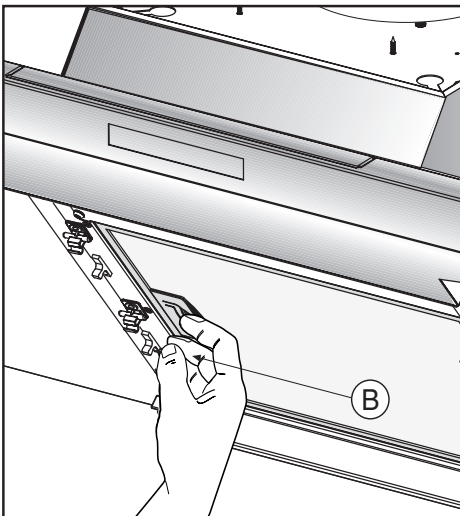

Fig.6
• Prima di procedere con le operazioni di montaggio, per una più facile manovrabilità dell'apparecchio disinserire il filtro antigraio **B** (Fig.6).
Tirare la maniglia **B** come indicato in fig. 6.
Tirare la maniglia **B** come indicato in fig.6.
- Tirare la maniglia **B** come indicato in fig.6.